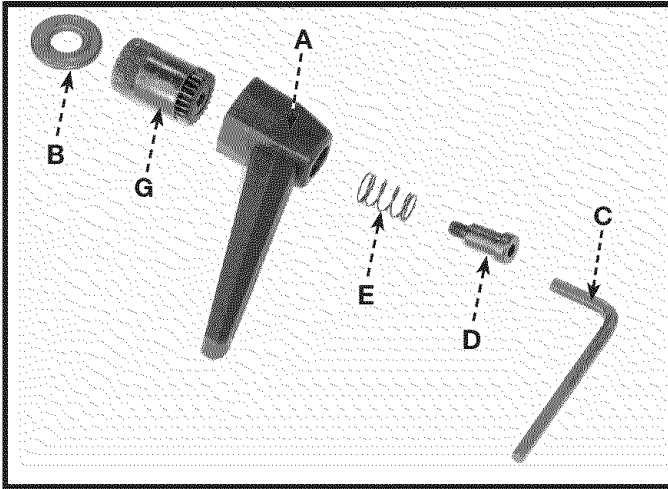

Fig. 13
5. La fig. 13 illustre le levier de verrouillage démonté (retiré à l' **ÉTAPE 1**). L'article (B) est une rondelle plate M10, (G) un goujon, (A) un levier de verrouillage, (E) un ressort, (D) une vis à épaulement et (C) une clé hexagonale de 4 mm.